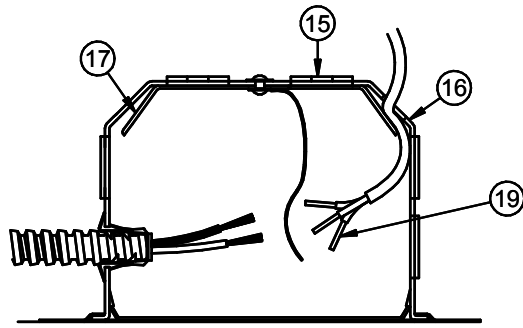

FIG. 4
6. Run supply wires through UL Listed connectors (not supplied) in one of the five Pryouts (15) on the Junction Box (16) or Type NM cable (ROMEX) through an Opening above the Wire Retaining Plate (17). Connect Supply Wires (19) as shown in (Fig 4 & 5). Replace Cover.
6. Faites passer les câbles d'alimentation à travers les connecteurs homologués UL (non inclus) dans une des cinq pièces amovibles (15) sur la boîte de jonction (16) ou faites passer un câble du genre NM (ROMEX) par l'ouverture au-dessus de la plaque de blocage à câbles (17). Relier les câbles d'alimentation (19) selon les Figures 4 et 5. Replacer le couvercle.